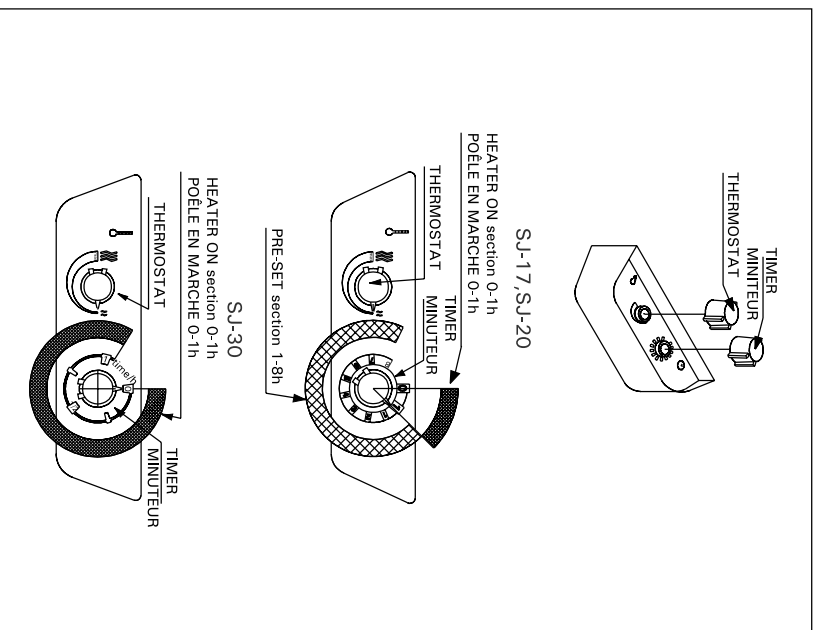

Figure 2. Control panel
The heaters SJ-17 and SJ-20 are switched on by using the timer switch. The indicator lights will come on. The timer has two scales: the first one (with larger figures) is the "instantly on" section; that is, the heater is on for a selected period of time (0–1 hours). The other section is the so called "pre-set section" (1–8 hours), which is used to start the heater after a certain time. The heater starts when the timer has turned the switch back to the "instantly on" section, that is, at number one (1). After this, the heater will be on for about 1 hour, unless the switch is turned to zero before that. At zero (0), the supply to the elements is cut off and the heater is switched off. See fig. 2.
The SJ-30 heater is equipped with 1 hour timer without pre-set time function. See fig. 2.
Lamise en marche du poêle se fait en tournant le minuteur. Les voyants s'éclairent, indiquant ainsi le fonctionnement du poêle. La graduation du minuteur comporte deux zones : la première (numéros plus gros) correspond à la zone de fonctionnement immédiat, c'est-à-dire que le sauna se met immédiatement en marche pendant la durée sélectionnée (0–1 heure) ; la deuxième, dite zone de présélection (entre 1 et 8 heures), permet de déclencher le fonctionnement du poêle après un délai sélectionné. Le chauffage commence quand le minuteur atteint la zone de fonctionnement immédiat, c'est-à-dire le numéro 1. Après cela, le poêle est en fonctionnement pendant environ 1 heure à condition que le minuteur ne soit pas ramené auparavant au point 0 et que l'alimentation ne soit pas interrompue. Se reporter à la fig. 2.
The temperature is adjusted by the thermostat to a position between minimum and maximum. See figure 2. The correct position of the thermostat switch is found by experimenting.